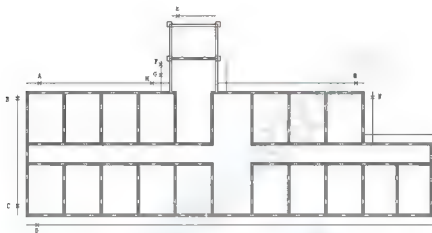
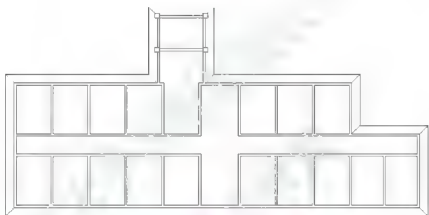

图 2.63 外墙外边线向外偏移 900mm
图 2.65 散水线和坡面交界线
将外墙的外边线向外偏移 900mm，如图 2.63 所示。之后需要对散水线的阴阳角进行修角处理。
① 在选择第一个对象或 [放弃(U)/多段线(P)/半径(R)/修剪(T)/多个(M)]: 提示下，拾取图 2.63 中的散水线 A 处。
② 在选择第二个对象，或按住 Shift 键选择要应用角点的对象：提示下，拾取散水线 B 处。
(2) 按 Enter 键重复【圆角】命令，修改 C 和 D 处、E 和 F 处、G 和 H 处，结果如图 2.65 所示。
(2) 按 Enter 键重复【倒角】命令, 修改其他阴角和阳角处, 并绘制坡面交界线, 结果如图 2.65 所示。